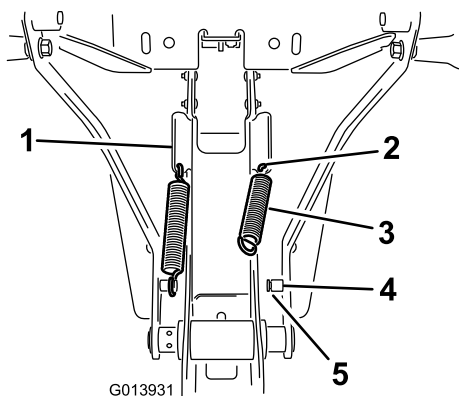

Figura 8
- Instale el muelle en el taladro del extremo inferior de la pestaña inclinada del lateral del bastidor (Figura 8).
- Enganche un extremo del muelle en el taladro y el otro extremo en el anclaje del muelle (Figura 8).
- Asegúrese de que el extremo del muelle queda correctamente asentado en la ranura de la clavija (Figura 8).